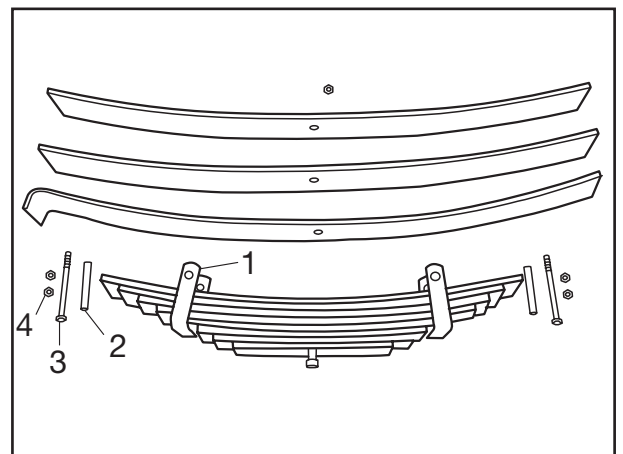

Fig. 3
- [8] Federklammern (Fig. 3/1) über die Federblätter schieben und Abstandshülse (Fig. 3/2) einlegen.
- [9] Sechskantschrauben (Fig. 3/3) einstecken. Muttern (Fig. 3/4) aufschrauben, mit dem vorgeschriebenen Anziehdrehmoment von 66 Nm festziehen und mit Kontermutter sichern.
- [8] Place spring clamps (Fig. 3/1) over the spring leaf and insert distance sleeve (Fig. 3/2).
- [9] Insert hexagonal screws (Fig. 3/3). Screw on nuts (Fig. 3/4), tighten with the prescribed torque of 66 Nm and secure with a counter-nut.